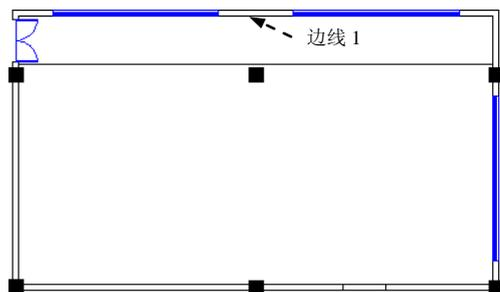

图 17.12.31 偏移直线
Step1. 选择 **修改(M)** → **偏移(O)** 命令，选取图 17.12.31 所示的边线 1 为要偏移的直线 1，向下偏移的距离为 1715，通过编辑命令将偏移出的直线拉长至合适的位置，完成后如图 17.12.31 所示。